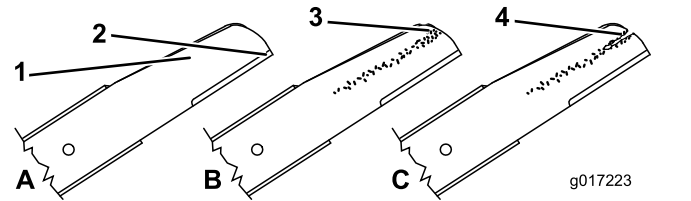

Рисунок 36
1. Осмотрите режущие кромки (Рисунок 36). Если кромки не острые или зазубренные, снимите ножи и заточите или замените их.
2. Осмотрите ножи, обратив особое внимание на состояние их фигурных частей (Рисунок 36). При обнаружении любых повреждений, износа, образования бороздки на этих частях незамедлительно замените ножи новыми.